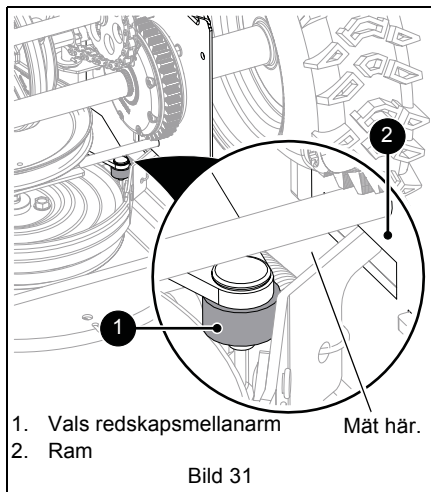

Bild 31
2. Kontrollera avståndet mellan ramen och plastvalsen på den nedre delen av redskapsmellandrevvarmen när redskapskopplingen är inkopplad. Valsen ska ligga 12.7 – 22.2 mm ($1/2 - 7/8$ ") från ramen. Se Bild 31.
- Lossa mellandrevets justeringsmutter och flytta bort mellandrevet från remmen. om valsens är mindre än 12.7 mm ($1/2$ ") från ramen. Dra åt justeringsmuttern och kontrollera valsspelet. Se Bild 31.
- Lossa mellandrevets justeringsmutter och flytta bort mellandrevet från remmen. om valsens är mindre än 22.2 mm ($7/8$ ") från ramen. Dra åt justeringsmuttern och kontrollera valsspelet. Se Bild 31.